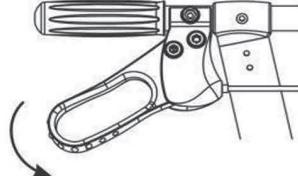

Abb. 2
2. Um die Feststellbremse zu betätigen, drücken Sie den Bremshebel nach unten, bis er gesperrt wird (Abb. 2).